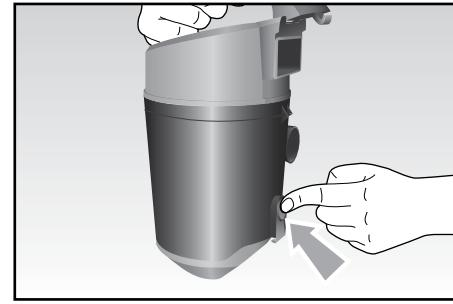
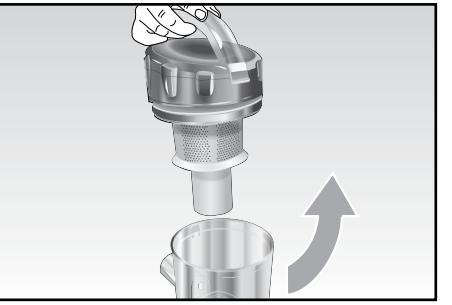

Fig. 5
Fig. 6
- Svuotare il contenitore della polvere (E), aprendo il coperchio mediante il relativo pulsante di sgancio (Fig. 5).
- Per una pulizia completa del contenitore (E) è necessario smontarlo in ogni suo componente, operando come di seguito descritto:
- rimuovere il filtro completo ruotandolo in senso antiorario (Fig. 6);